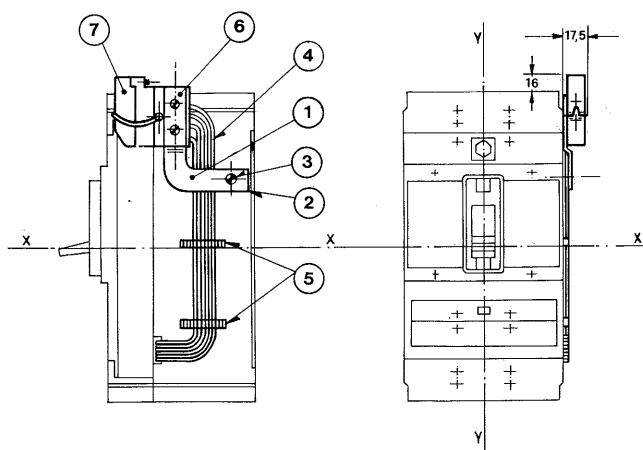

Fig. 36
**9.11.1. Spina-presa sull'interruttore, fissa (fig. 36)**
**9.11.1. Plug and socket fixed on the breaker (fig. 36)**